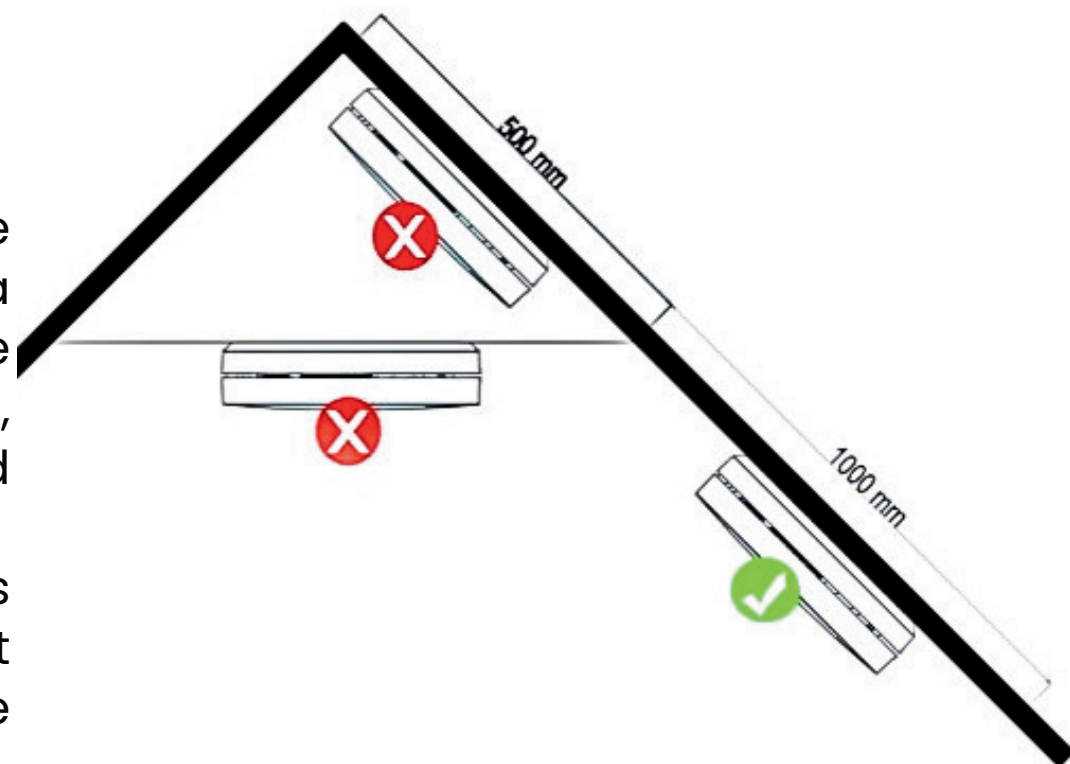

Figure 4 : Emplacements de montage
- Vérifiez les figures 4 et 5 pour connaître les emplacements de montage corrects. La plupart des pays de l'UE exigent des détecteurs de fumée à tous les étages et sur les voies d'évacuation.